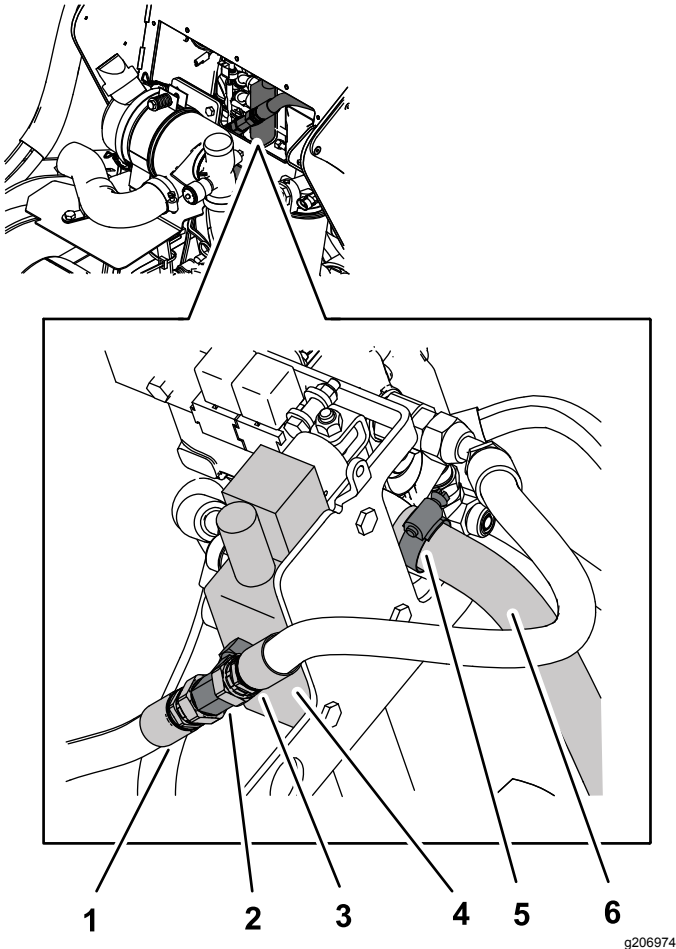

Figura 9
1. Retire las 2 mangueras que están conectadas al acoplamiento en T de la parte delantera de la válvula auxiliar (Figura 9).